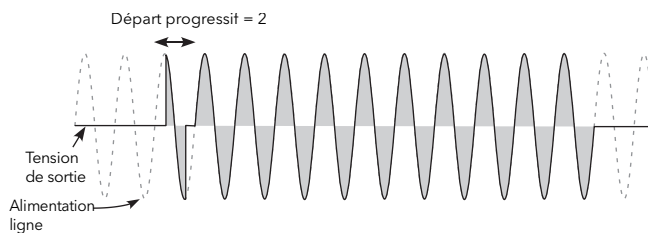

Figure 89 Exemple de démarrage progressif
- Soft Start** Pour Trains d'ondes seulement, ceci est la durée du démarrage progressif, en demi-périodes de tension d'alimentation. Ceci applique une rampe en angle de phase au début de chaque période (Figure 89).